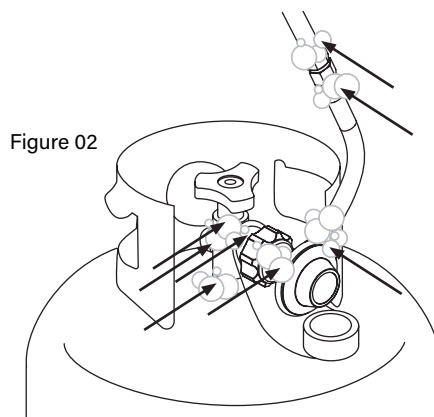

Figure 02
ÉTAPE 02 Appliquez une solution savonneuse sur les zones de joint des vannes et du régulateur. (Indiqué par des flèches sur la figure 02.)